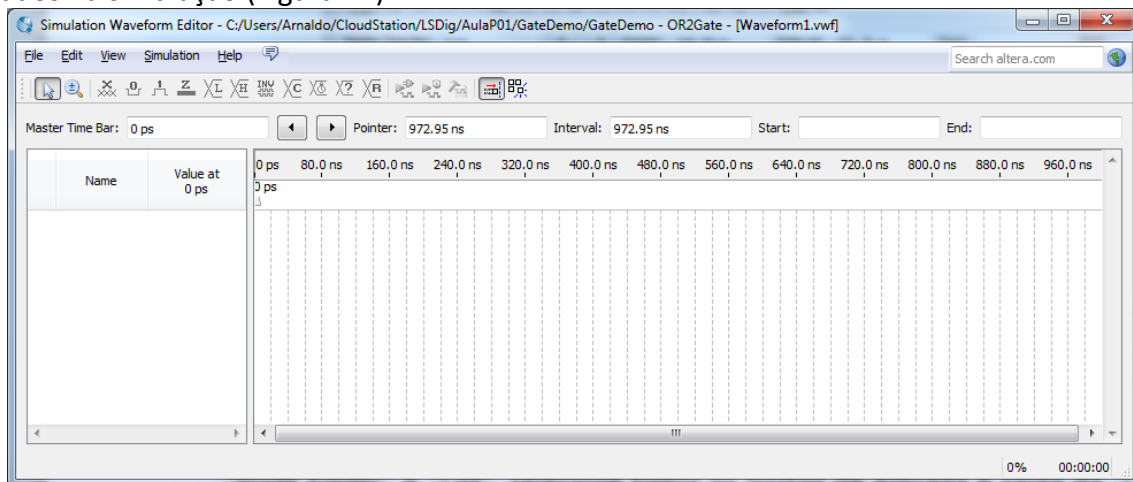

Figura 14 – Janela do simulador antes da especificação das formas de onda de entrada.
8. Após premir “OK” a janela seguinte deverá abrir, onde deverão ser indicados os sinais usados na simulação (Figura 14).